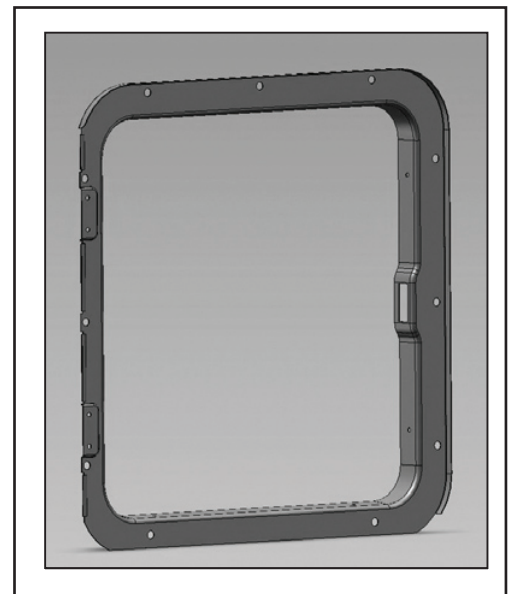

Figure 7
6. sécurisé unité de logement du chauffe-eau pour le véhicule en utilisant n° 8 - 3/4 "vis à tête fraisée à travers chaque trou dans le rebord de porte (Figure 4 et Figure 7). **Vérifiez que un joint étanche existe entre la paroi latérale et le rebord. Sinon, répétez les étapes ci-dessus.**